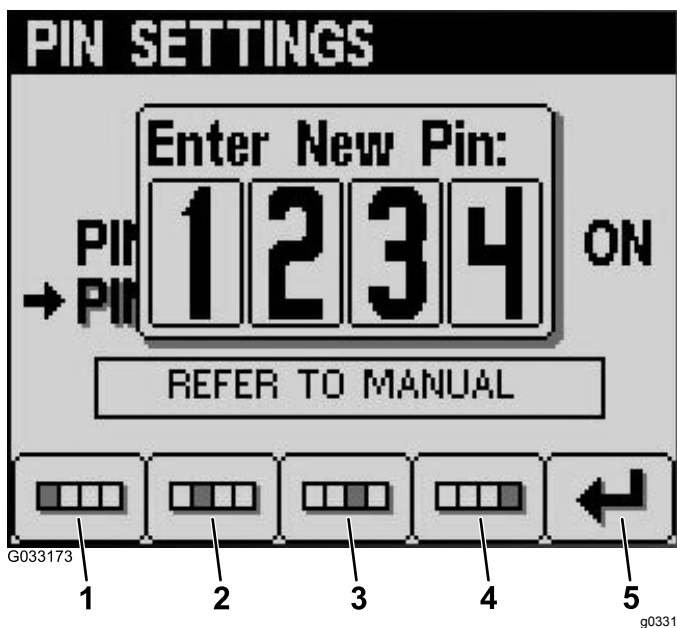

Bild 25
7. Geben Sie mit den Tasten 1 bis 4 die neue PIN ein und drücken Sie Taste 5, um die Eingabe der neuen PIN abzuschließen (Bild 25).